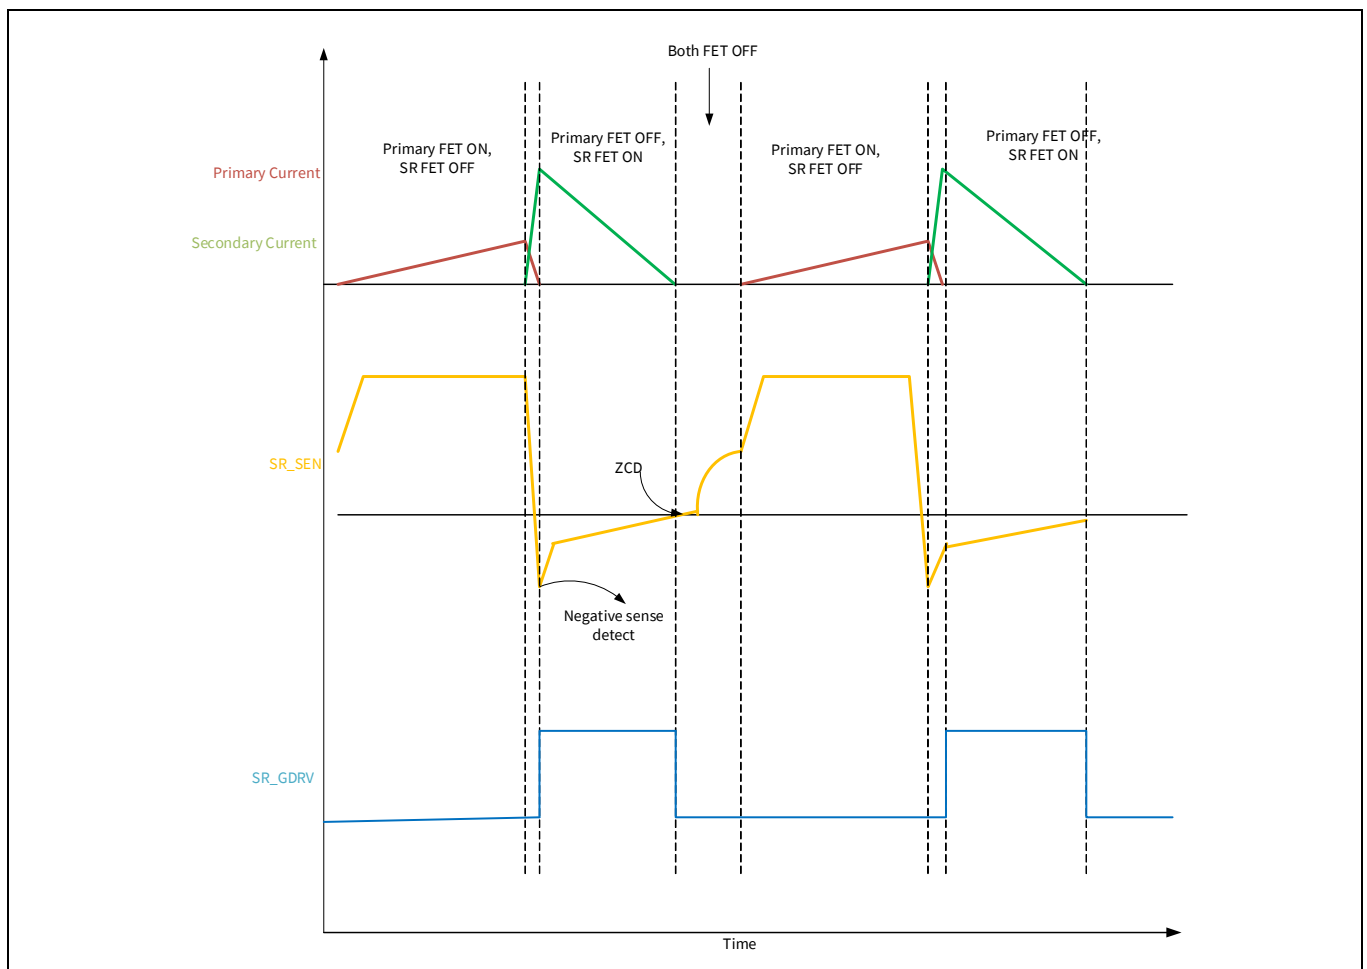
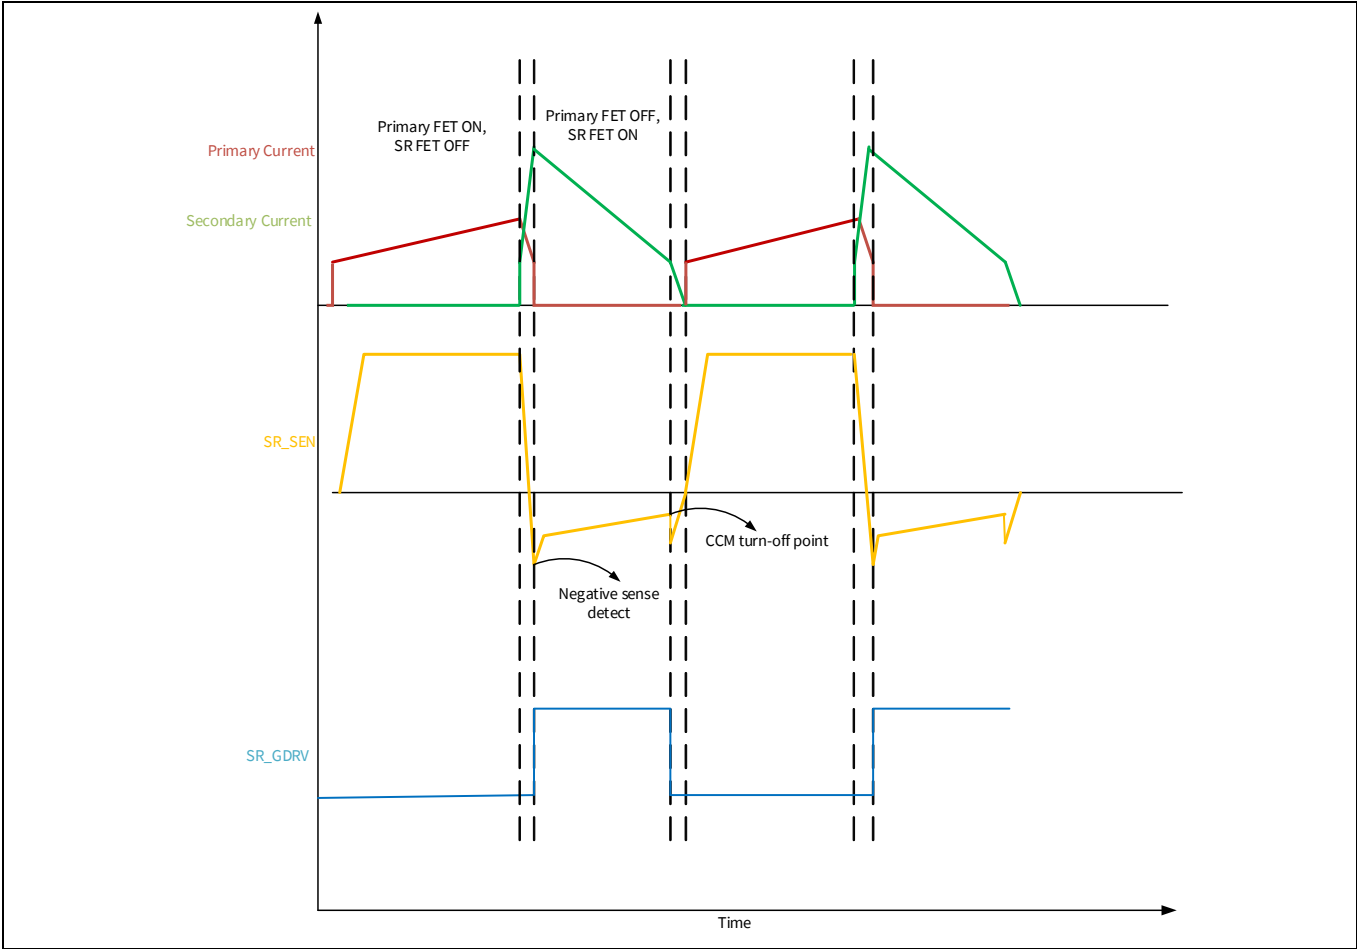

Figure 3 QR/CrCM モードでの SR_SEN および SR_GDRV
Figure 5 CCM モードでの SR_SEN および SR_GDRV
PAG2S-QZ は、DCM と CCM の両方のモードで同期整流 (SR) をサポートします。SR センスブロックは、ネガティブセンス検出とゼロクロッシング検出 (ZCD) をサポートします。Figure 3 ~ Figure 5 に、QR/CrCM, バレースイッチング, および CCM のモードでの SR_GDRV 機能を示します。SR コントローラーのターンオン伝播遅延は 40ns (Typ)、ターンオフ伝播遅延は 25ns (Typ) です。